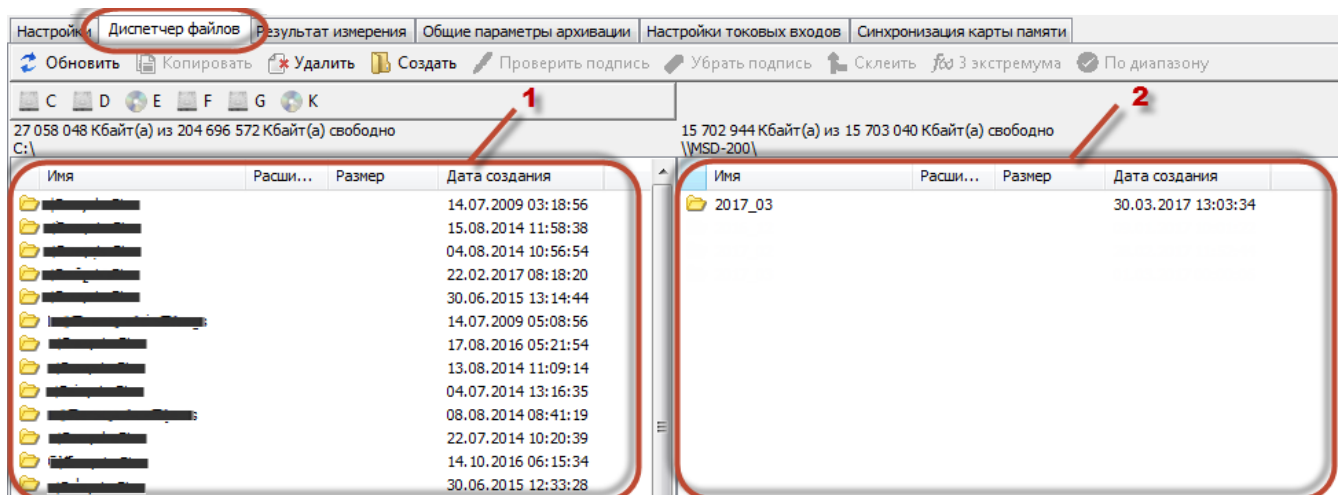

Рисунок 1.15
1.24.1. Управление файлами архива находящимися на карте памяти прибора (просмотр дерева файлов, просмотр объема и свободного места на карте памяти, копирование файлов в ПК, удаление файлов с карты памяти) производится на вкладке «Диспетчер файлов», см. рисунок 1.15.